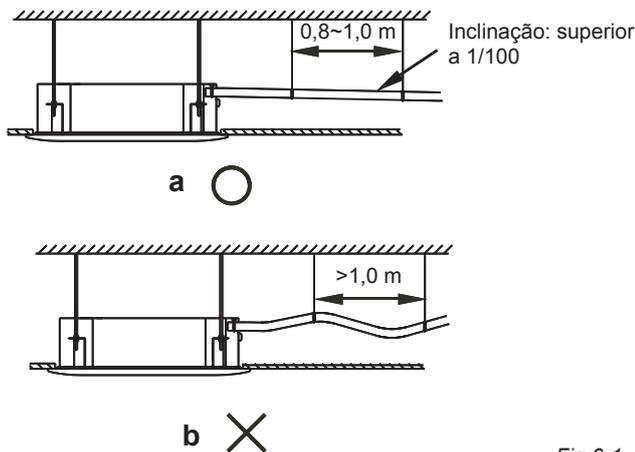

Fig. 6-1
4) Evitar o refluxo de água no interior da unidade durante o encerramento, o tubo de drenagem deve ser colocado virado para baixo e a água de drenagem para o exterior (lado de drenagem), a inclinação do tubo de drenagem deve ser superior a (1/100), sem que reste saliente e água. (Consultar Fig.6-1 a)
5) Ao ligar o tubo de drenagem, não arrastar o tubo que puxaria a unidade principal. Para isso, dispor os pontos de apoio a cada 0,8-1,0 metro para evitar que o tubo fique dobrado (consultar Fig.6-1 b).